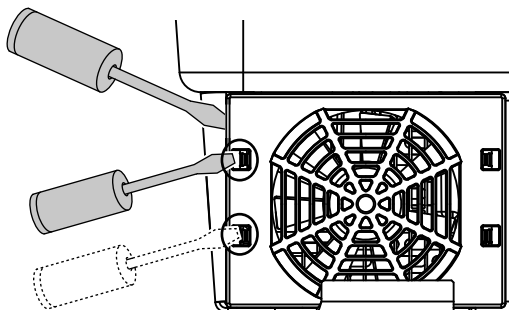

Abb. 63: Befestigungslaschen lösen
3. Mit einem zweiten Schraubendreher die Befestigungslaschen zur Lüftermitte drücken. Lüftereinheit leicht hervorziehen.  **Abb. 63**